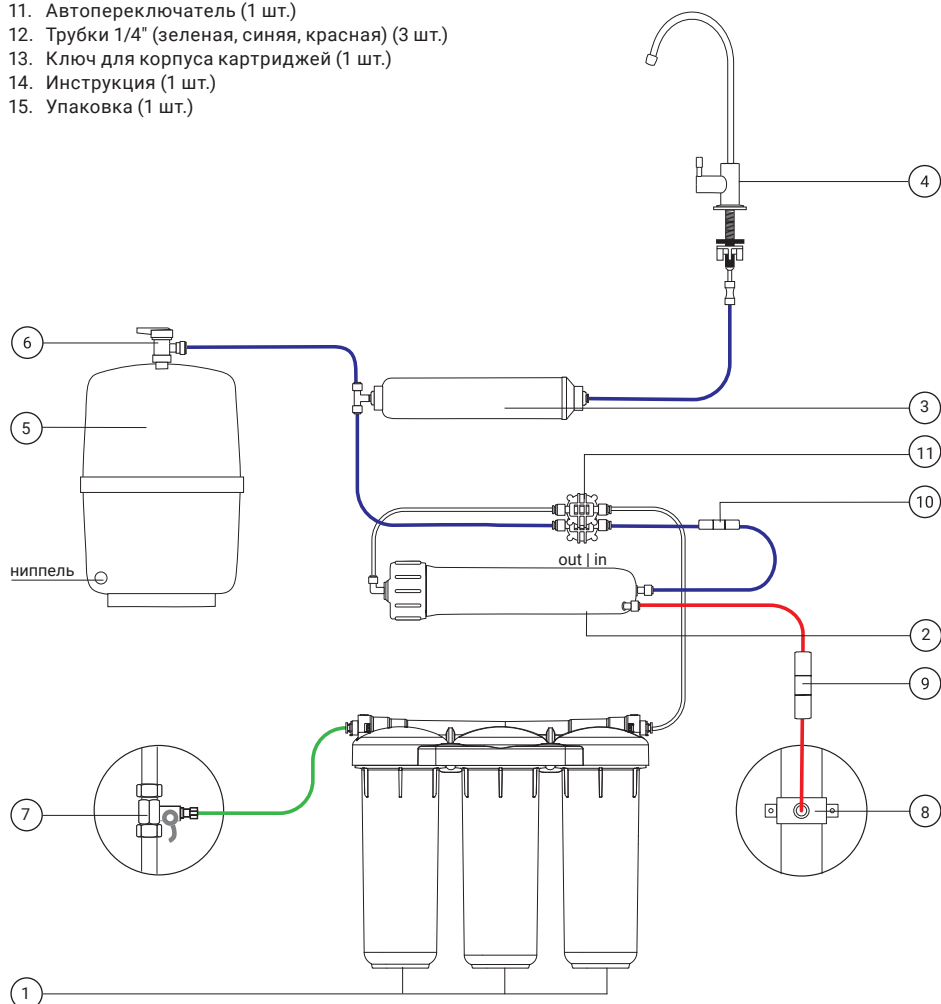
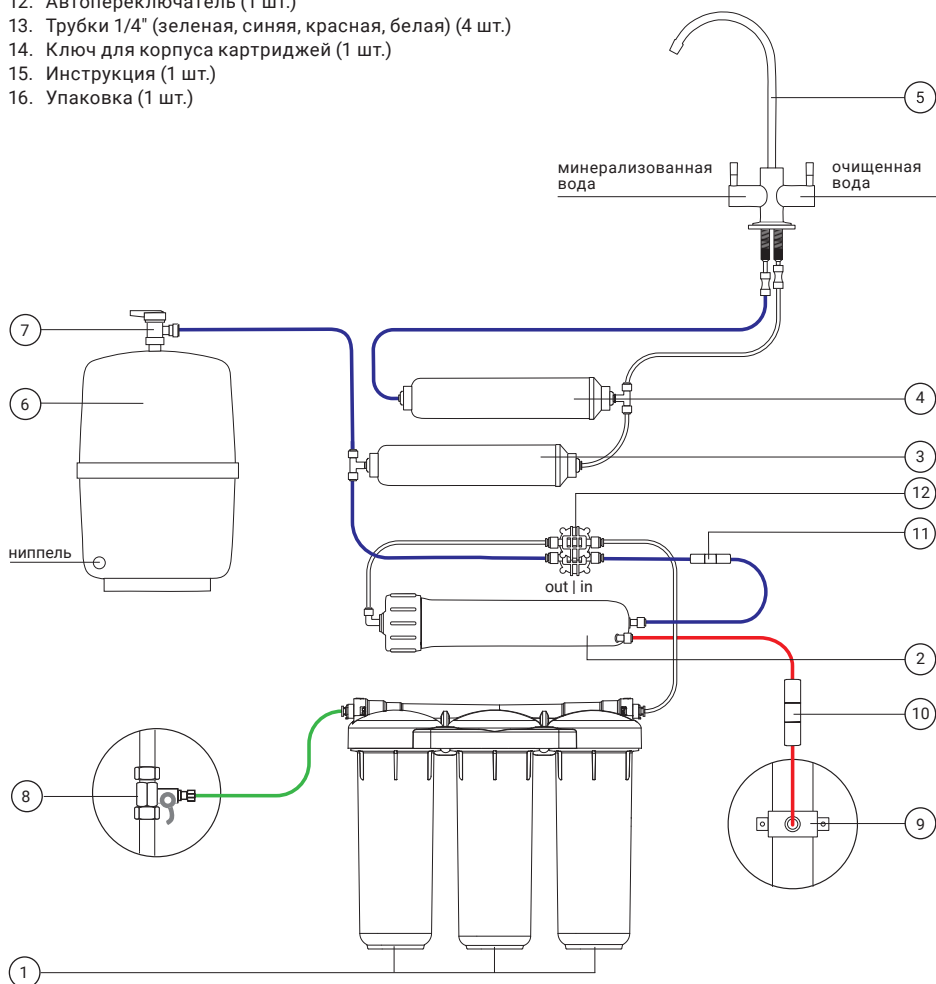
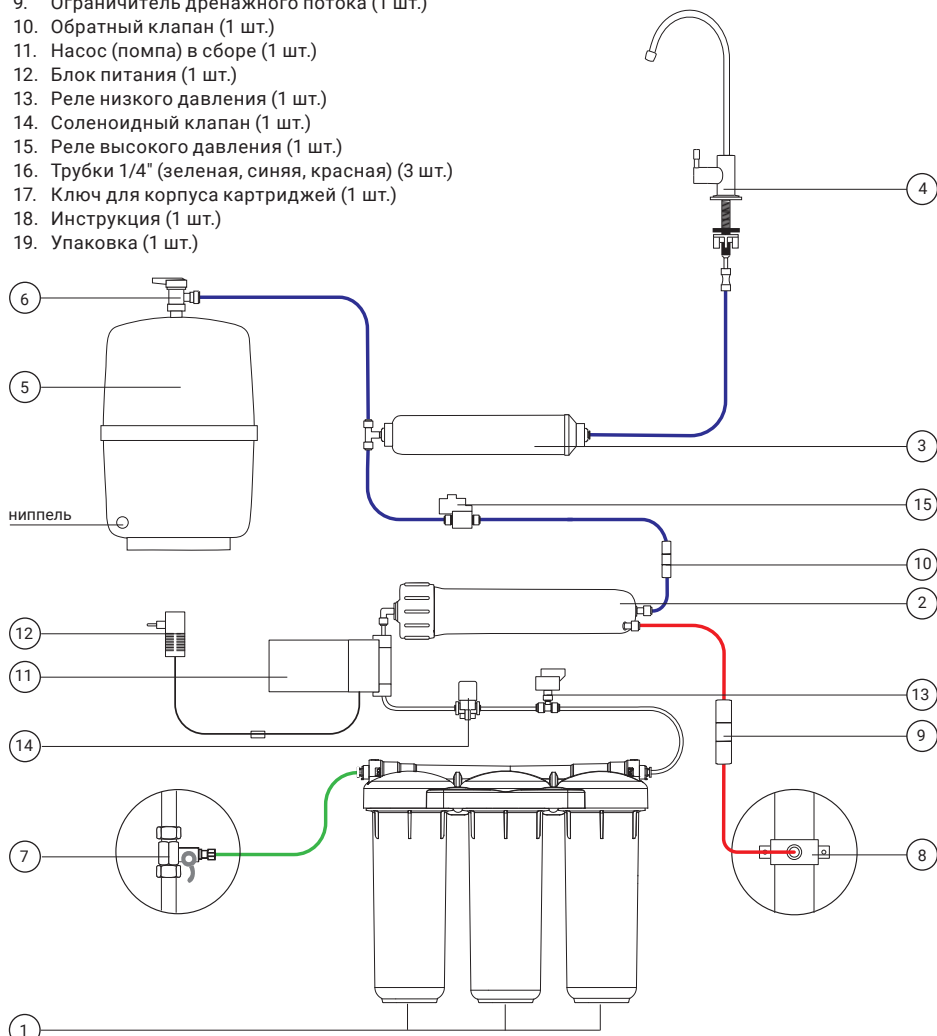
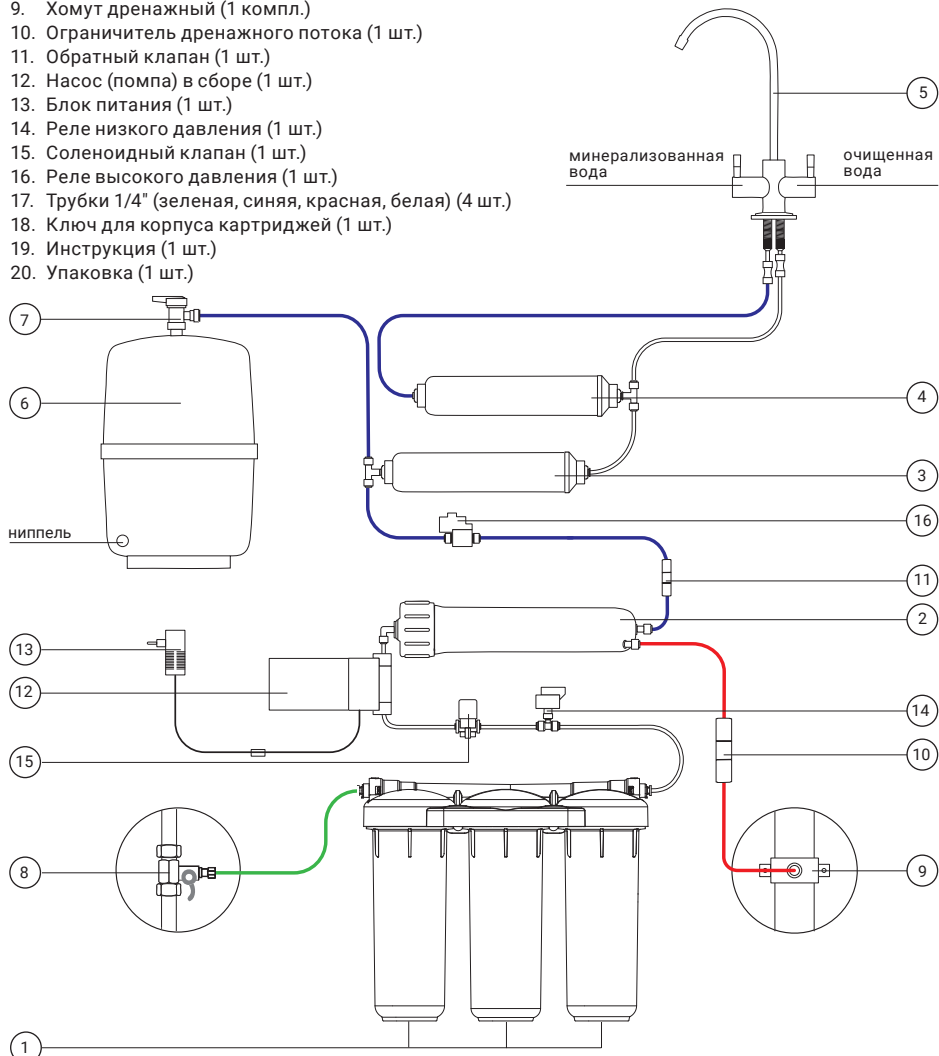

Рис. 2. Схема подключения Гейзер Аллегро/Престиж/Нанотек.
Рис. 3. Схема подключения Гейзер Аллегро М/Престиж М.
Рис. 4. Схема подключения Гейзер Аллегро П/Престиж П/Престиж ПТ/Нанотек П с повышающим давление насосом (помпой).
Рис. 5. Схема подключения Гейзер Аллегро ПМ/Престиж ПМ с повышающим давление насосом (помпой).
8. Согласно схеме подключения (см. рис. 2, рис. 3 или рис. 4, рис. 5) подключите одну часть синей пластиковой трубки в фитинг-тройник, подключенный к угольному постфильтру, другой конец трубки подключите в фитинг на выход из угольного постфильтра. В фильтрах с минерализатором белую пластиковую трубку из комплекта поставки подключите в фитинг на выход из минерализатора.
6. Подсоедините другой конец пластиковой трубки к выходу из автопереключателя согласно схеме подключения (см. рис. 2, рис. 3). Если фильтр в комплектации с насосом (помпой), повышающим давление, трубка подключается к ограничителю дренажного потока (см. рис. 4, рис. 5).